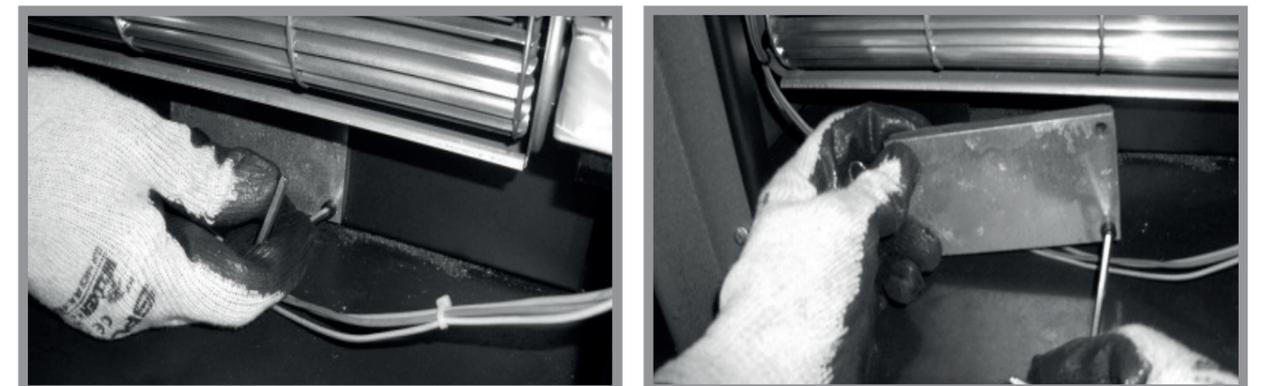

Abb. 13b: Aufschrauben der inneren Abdeckplatte
2. Entfernen Sie alle Inbusschrauben (2 bzw. 4x) der Abdeckplatte mit einem Inbusschlüssel (4 mm) wie in Abbildung 13b dargestellt.